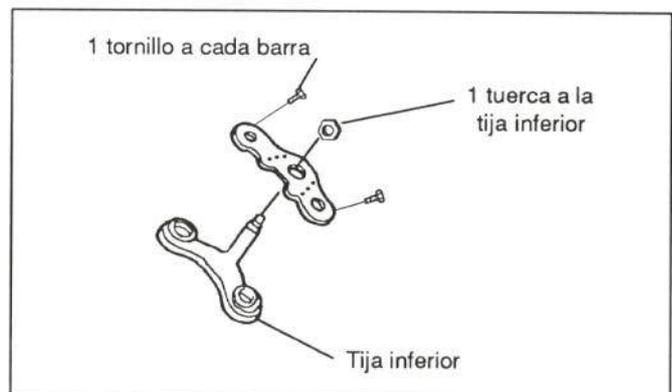

Figura 29. Unión de la tija superior
En la figura 29 se muestra la unión de esta pieza.
- Tija superior (figura 29)